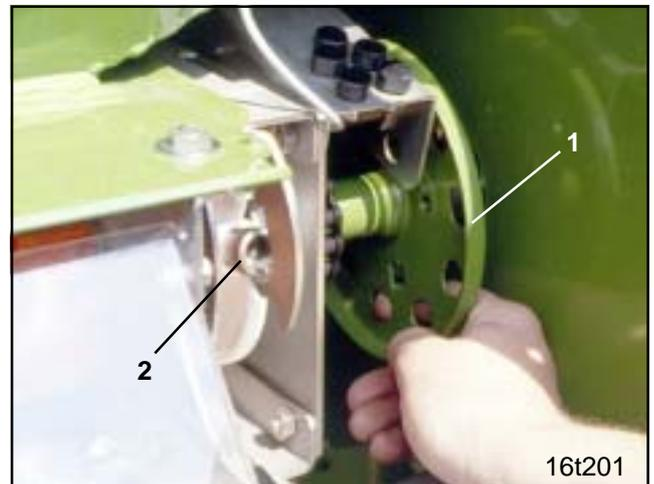

Fig. 11.7
- Handrad (Fig. 11.7/1) soweit verdrehen, bis die Rändelschrauben (Fig. 11.7/2) sichtbar werden